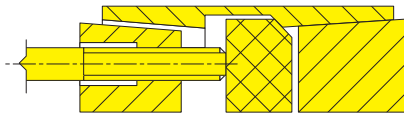
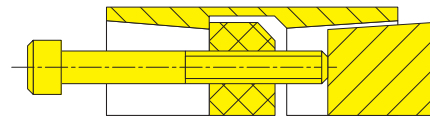

Fig. 4
Fig. 5
**P200-T hasta P1000-G:** Quite todos los tornillos allen e introducirlos en las roscas de la anilla delantera para soltarla (Fig 4). Posteriormente introduzca los tornillos allen en la brida central y soltar la anilla trasera de empuje (Fig 5). Algunas de las unidades P750-L / P750-G y P1000-G tienen una brida que se desmonta simplemente aflojando todos los tornillos.